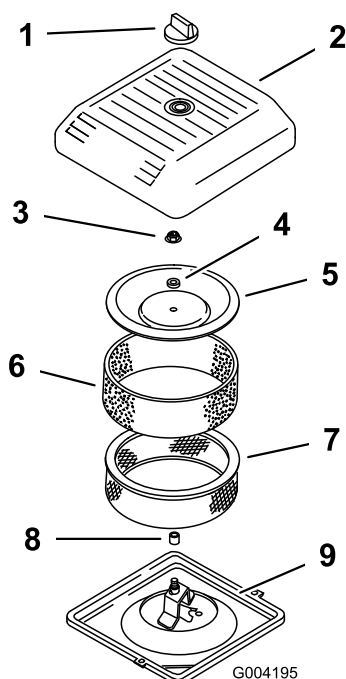

図 13
2. エアクリーナのカバーを固定しているノブを外し、カバーを取り出す(図 13)。
3. ペーパー・エレメントについているスポンジ・エレメントを注意深く外す(図 13)。
4. カバーナットを外し、カバー、スペーサ、ペーパー・エレメントを外す(図 13)。
2. エアクリーナのベースにエアクリーナ・アセンブリを取り付ける(図 13)。
3. カバーとスペーサを元どおりに取り付け、ナットで固定する(図 13)。ナットを 10.7 Nm (1.09 kg.m = 95 in-lb) にトルク締めする。
4. エアクリーナのカバーを元通りに取り付け、ノブで固定する(図 13)。